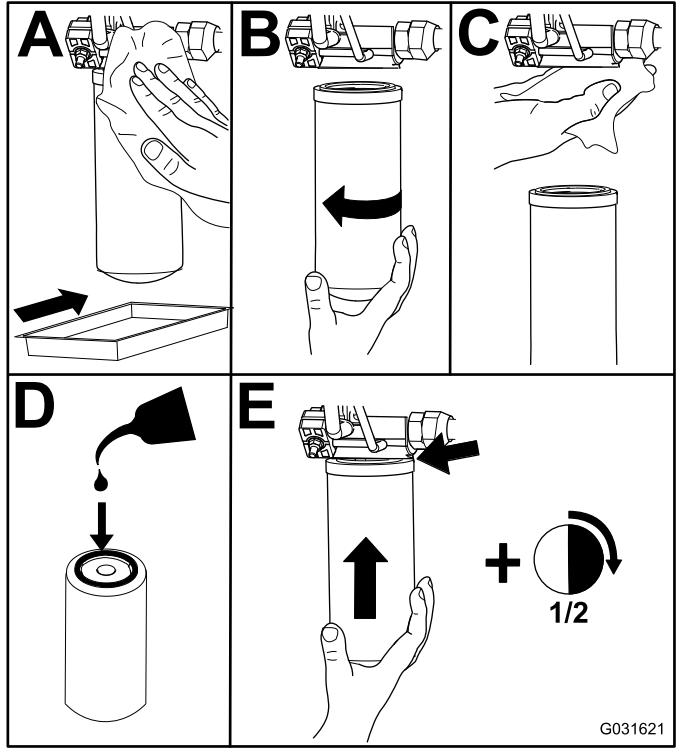

Figura 91
2. Substitua ambos os filtros hidráulicos (Figura 91).